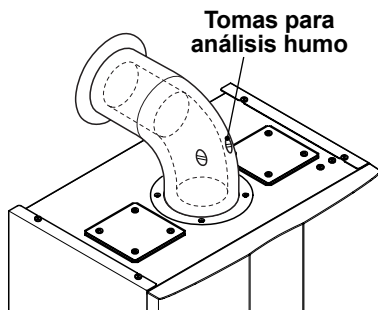

Figura 7.1
- Conecte un analizador de humos a las tomas de análisis de humos situadas en las salidas de humos de la caldera Figura 7.1 .